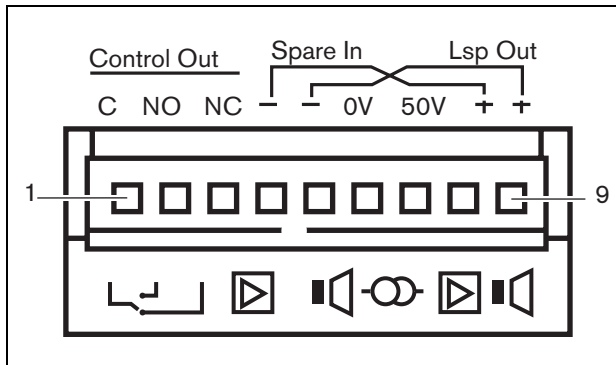

Abbildung 8.4: Verstärkerkanalanschluss
Ein Verstärkerkanal (siehe Abbildung 8.4) ist eine Gruppe von Ausgangssignalen, die vom selben Verstärker der Endstufe verarbeitet wurden. Die Anzahl der Verstärkerkanäle hängt vom Endstufentyp ab (siehe Tabelle 8.3).
Jeder Verstärkerkanal besitzt einen Steuerausgang. Die Steuerausgänge können verwendet werden, um Signale zur Auslösung von Aktionen an Geräte Dritter zu senden. Jeder Steuerausgang besitzt drei Pins (siehe Abbildung 8.4). Der Common Pin (C) des Steuerausgangs muss immer angeschlossen werden. Ob der andere angeschlossene Pin normalerweise geschlossen (Ruhekontakt) oder normalerweise geöffnet (Arbeitskontakt) ist, hängt davon ab, welche Aktion ausgeführt werden soll, wenn der Steuerausgang aktiv ist (siehe Tabelle 8.5).